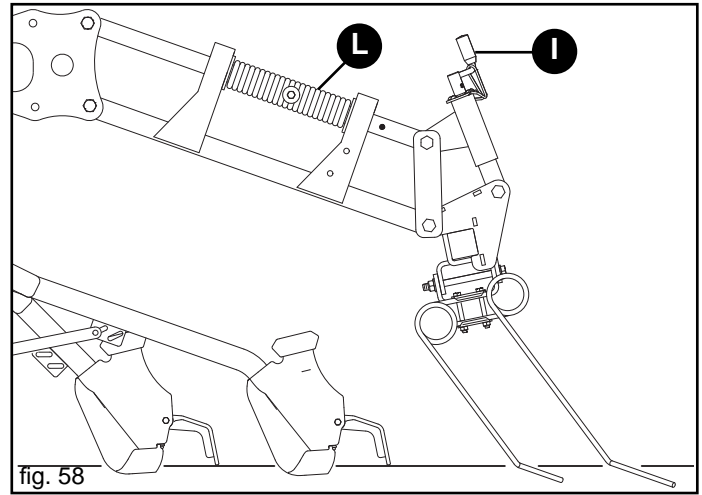

fig. 58
Die normale Arbeitsposition der Egge wird auf Abb. 58 illustriert. In dieser Position ist der Verschleiß der kurzen und langen Zähne gleichförmig. Durch Einwirken auf die Einstellkurbel (I) kann die Neigung der Egge verändert werden.
Der Arbeitsdruck der Federzähne der Saatgutabdeckegge kann durch Drehung der Feder (L) auf dem oberen Parallelarm verändert werden (Abb. 58).